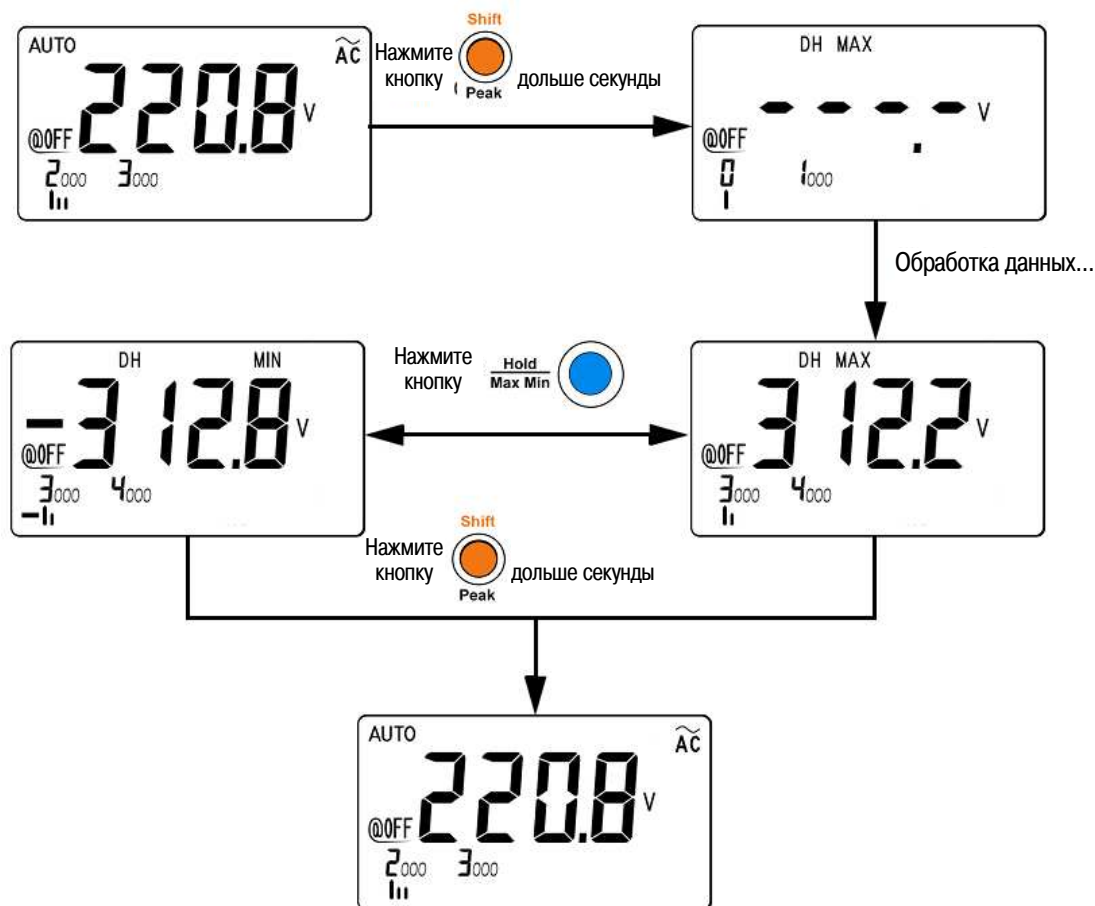

Рис. 3-4 Индикация в режиме регистрации пиковых значений
4. В примере измерений, показанном на рис. 3-4, коэффициент формы = $312,2 / 220,8 = 1,414$.